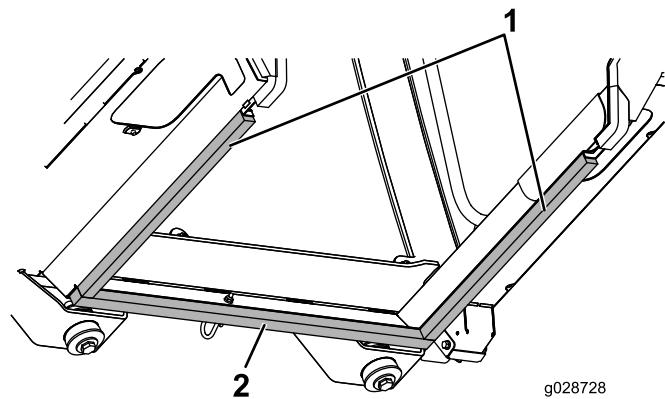

Рисунок 61
6. Расположите по центру передний элемент из вспененного материала на передней панели (Рисунок 61).
7. Вставьте нажатием передние кромки боковых передних элементов из вспененного материала в передний элемент из вспененного материала и совместите внутренние кромки элементов из вспененного материала с внутренними кромками уплотнительных панелей рамы кабины (Рисунок 61).